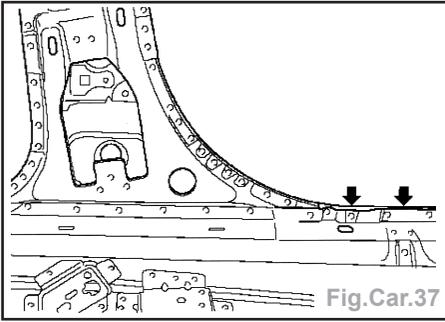

Fig.Car.37
- Percer les 2 points de soudure (Fig.Car.37).